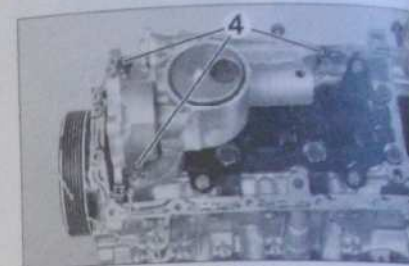

Fig. 33
- Déposer les vis (4) (Fig.33).